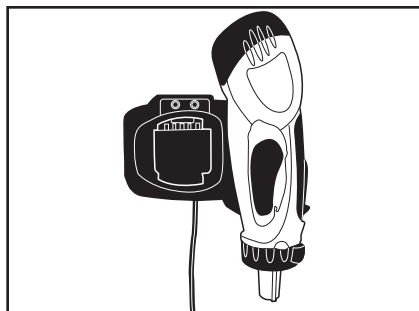

Figura 1
2. Coloque el Mango de potencia con la batería conectada a la ménsula para carga de pared. No es necesario quitar el accesorio de la herramienta cuando se carga la batería. (ver figura 1)